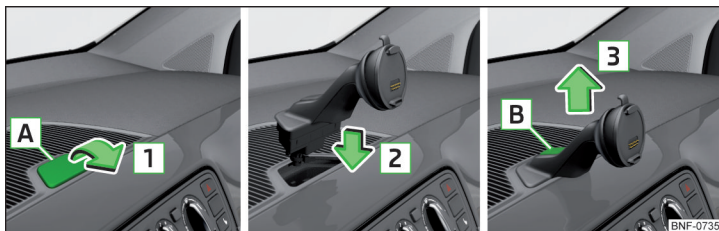

Bild 86 Montera/demontera enhetens fäste
- Sätt i t.ex. ett mynt i öppningen [A] » bild 86 och fäll försiktigt upp täcklocket i pilriktningen [1].
- Tryck med andra handen på upplåsningsknappen [B] » bild 86.